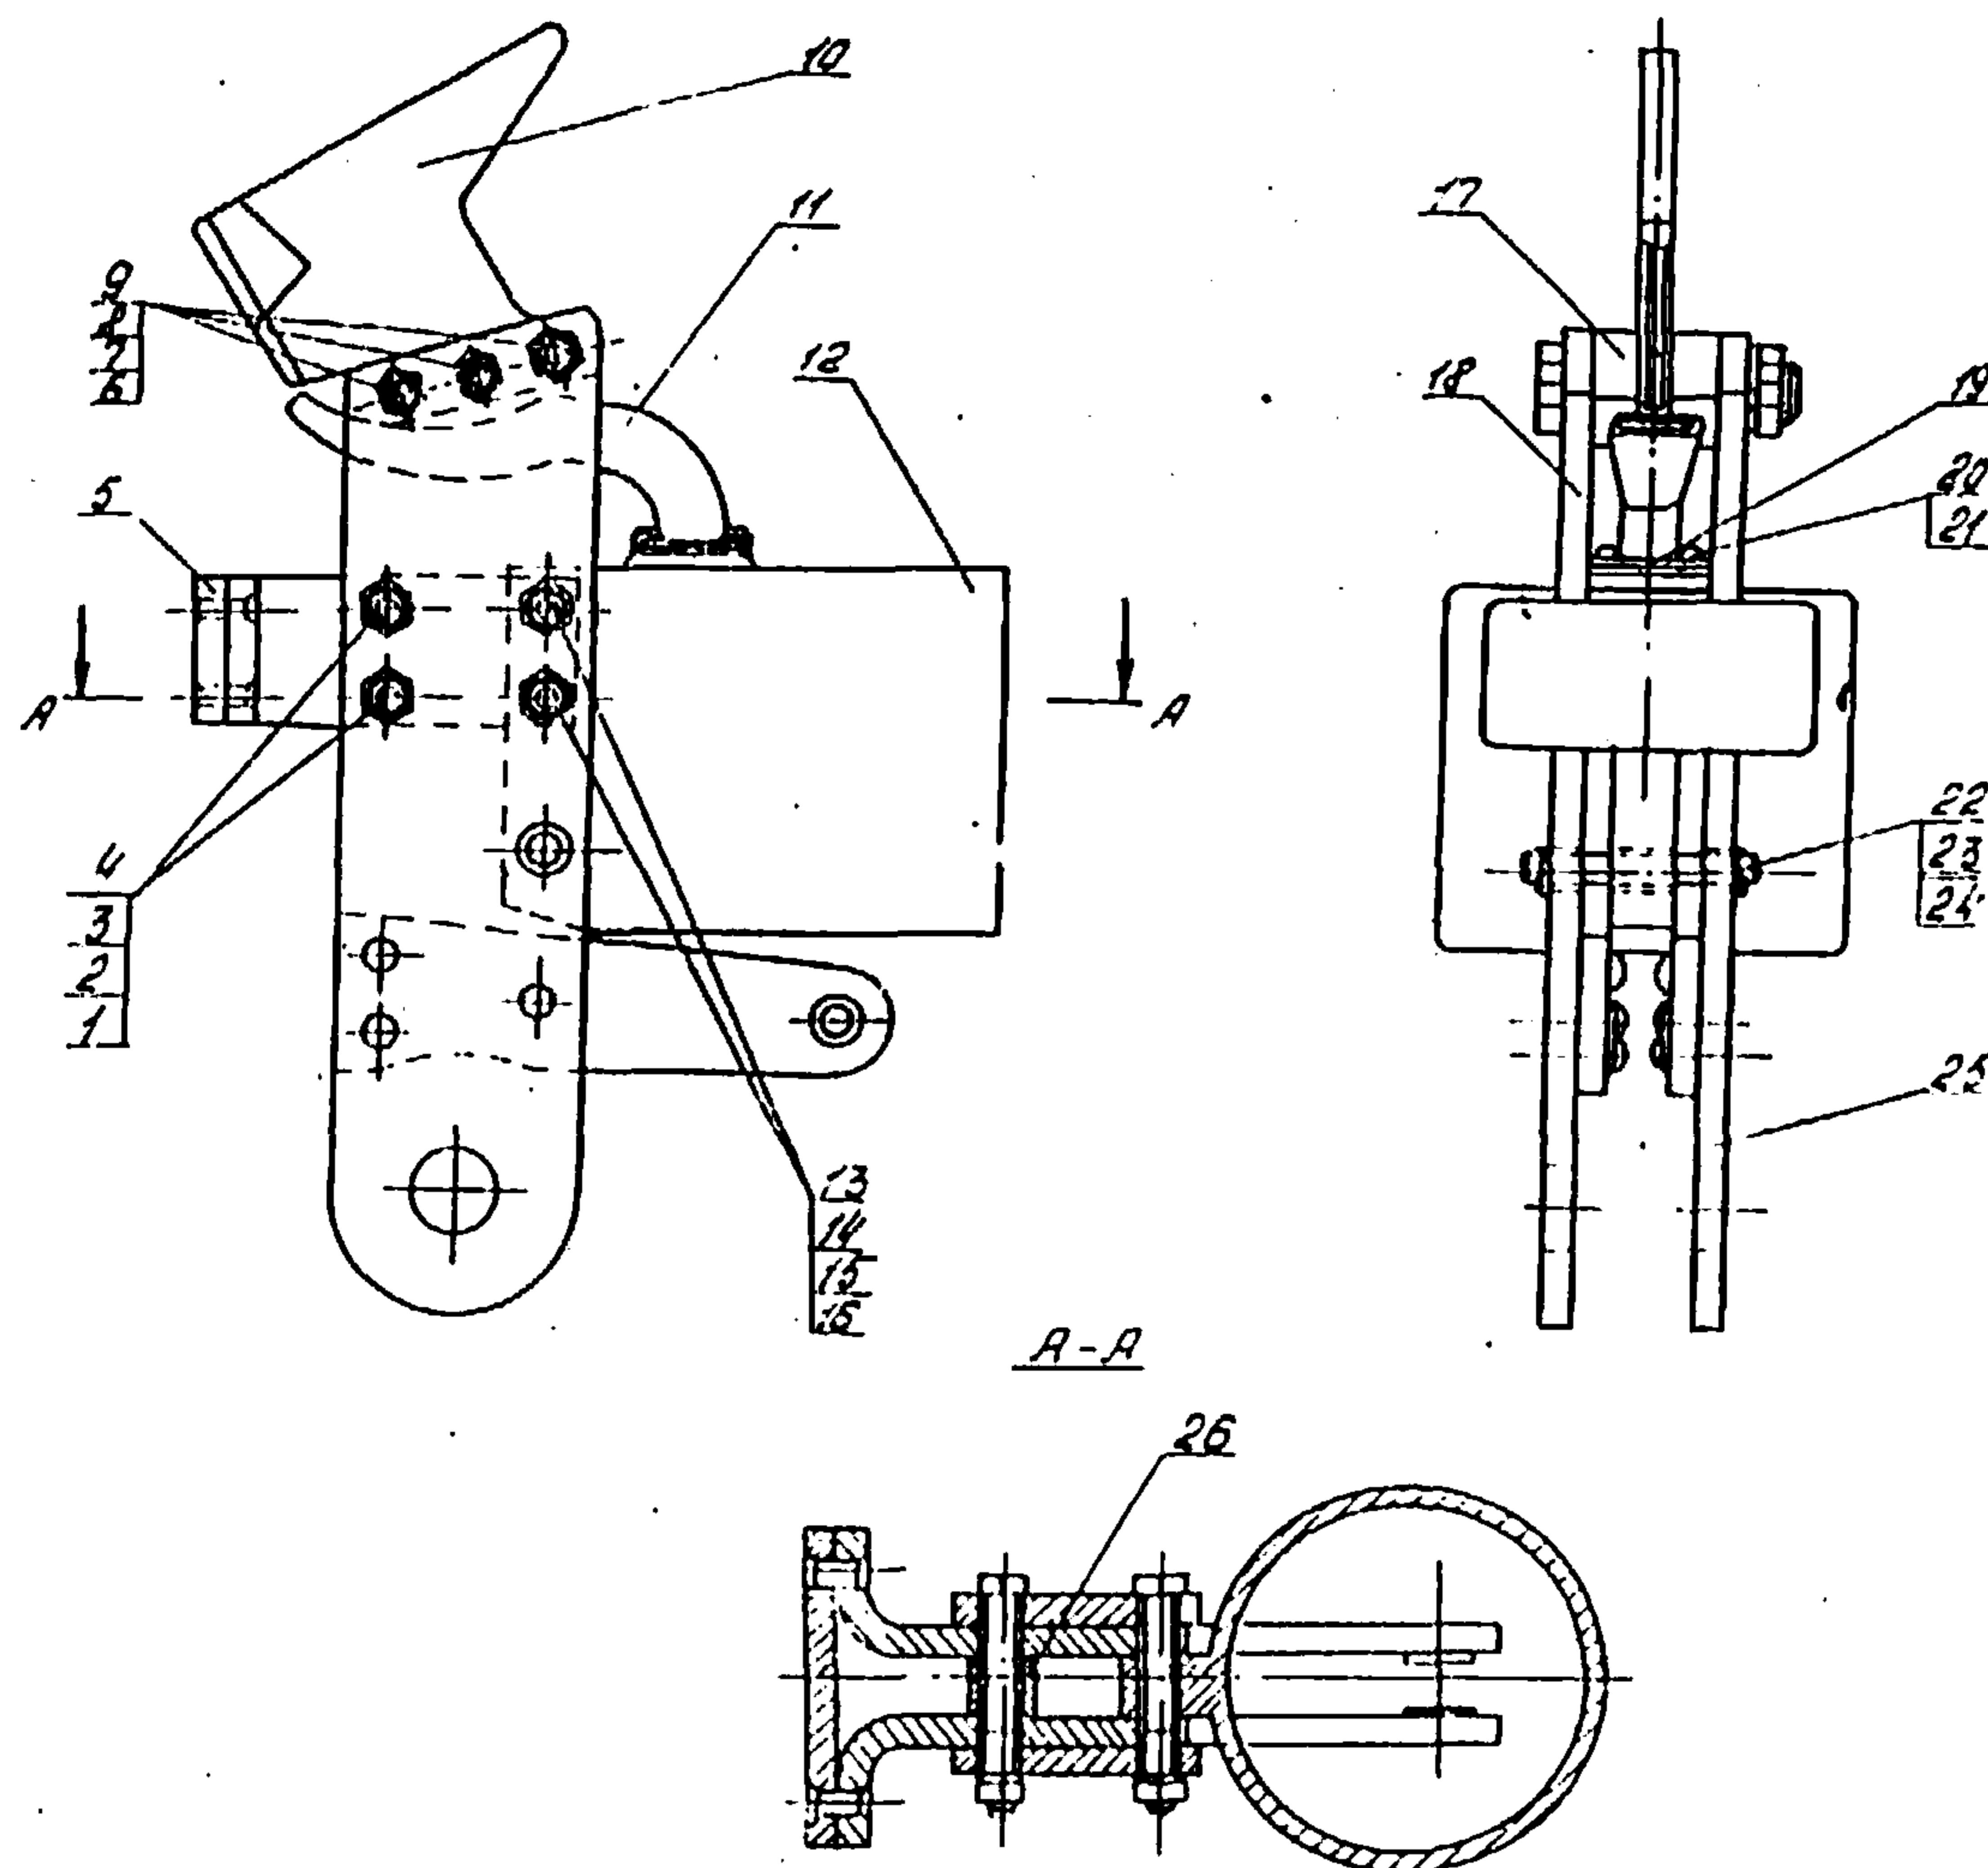

Рис. 5. Контактный ящик:
- 04.3. Расшплиптовать и вынуть ось 22 (рис.5).